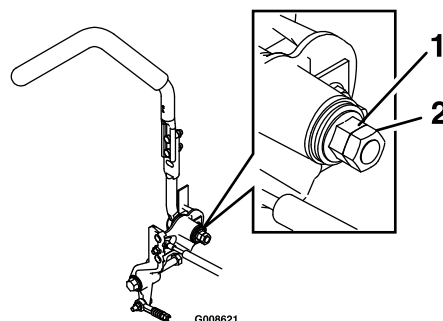

Рисунок 64
2. Ослабьте контргайку (Рисунок 64).